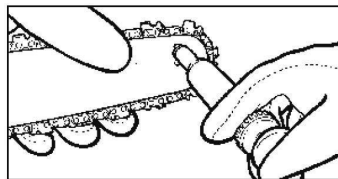

Fig. 6
- Usando una pistola apposita per la lubrificazione della barra, inserire la punta nel foro di lubrificazione e iniettare il grasso finché non appare sul bordo esterno della punta del pignone (Fig. 6).